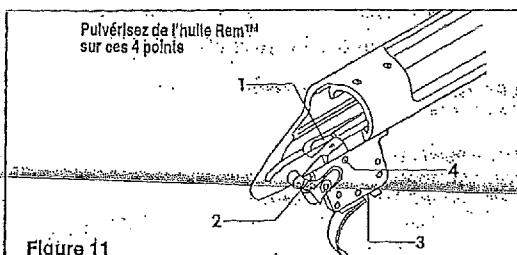

Figure 11
6. Pulvérisez de l'huile Rem™ sur la culasse et les 4 points du mécanisme de détente. Voir la figure 11. Laissez l'huile agir pendant 15 minutes. Pulvérisez de nouveau pour nettoyer les pièces. Secouez l'ensemble pour éliminer l'huile en excès.